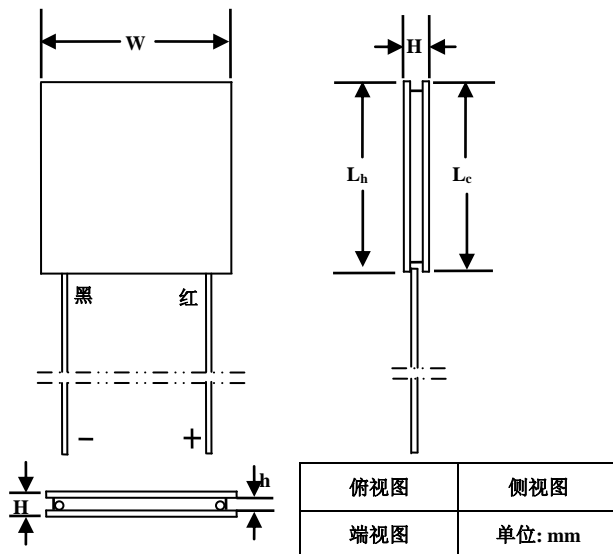

图10. 密封的ATE1-17的机械尺寸
**说明：**如图10所示，当红色引线位于右侧时，则顶部为TEC的冷端。